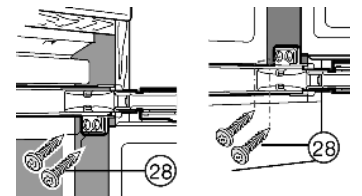

Fig. 17
- ▶ На обеих дверцах прикрутите винтами для стружечной плиты *Fig. 17 (28)* вверху и внизу через серьи шарнира.